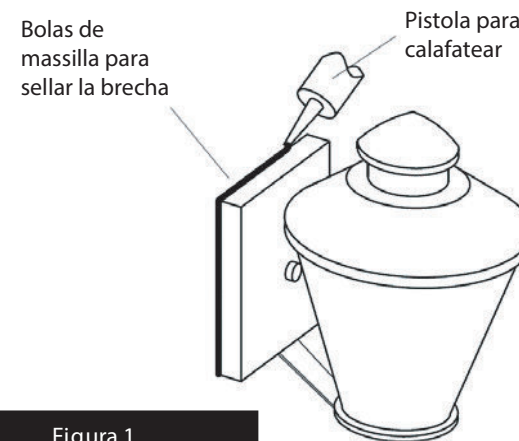

Figura 1
1. Conecte el cable de alimentación positiva (A) (normalmente negro o la cara lisa, sin marcas del cable de dos conductores) de plomo accesorio positivo (B) con un giro de tamaño adecuado en el conector – **Véase la Figura 1 y 2**.
2. Conecte el cable de alimentación negativa (C) (por lo general de color blanco o el lado marcado estriado del cable de dos conductores) de plomo accesorio negativo (D).
Para conectar a tierra en un sistema eléctrico de 3 hilos, fije el cable de tierra del artefacto (E) (generalmente de cobre o verde recubierto de plástico) a la brida de montaje accesorio (M) con el tornillo de tierra (S) – **Véase la Figura 1**. Nota : En las correas de accesorios compatibles tornillos, primero instale los dos tornillos de montaje de la correa. Cualquier agujero roscado restante puede ser utilizado para el tornillo de tierra.